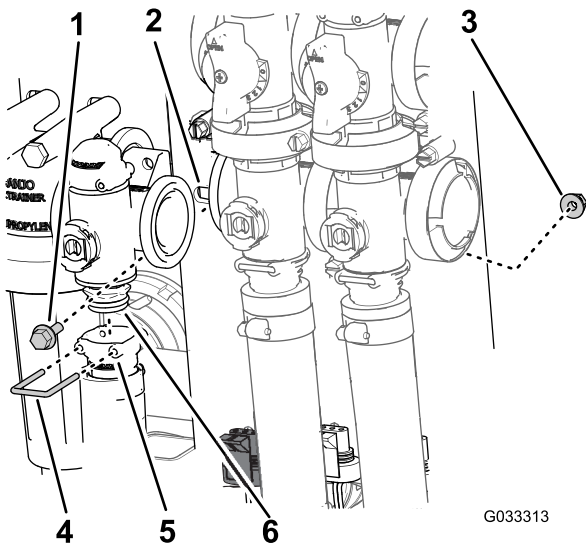

Figura 68
2. Retire o retentor que fixa a união exterior ao coletor para a válvula de controlo de taxa (Figura 68).
3. Retire os dois parafusos de cabeça flangeada e as duas porcas flangeadas que prendem a válvula de controle de aplicação à montagem da válvula e retire o coletor da válvula da máquina (Figura 68).